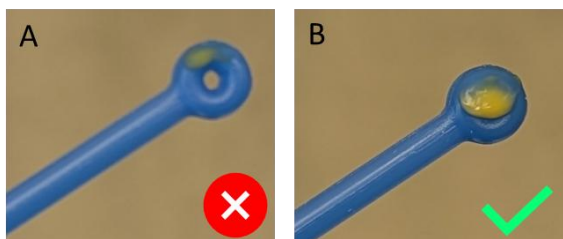

Figura 1: Riempimento corretto dell'ansa di inoculazione da 1 µL.
- a. Prelevare un'ansa calibrata **piena (dimensione 1 µL)** di colonie batteriche (vedi figura 1) e risospenderla in **100 µL** di soluzione salina allo 0,85-0,90 %. Utilizzare più colonie per evitare varianti atipiche.